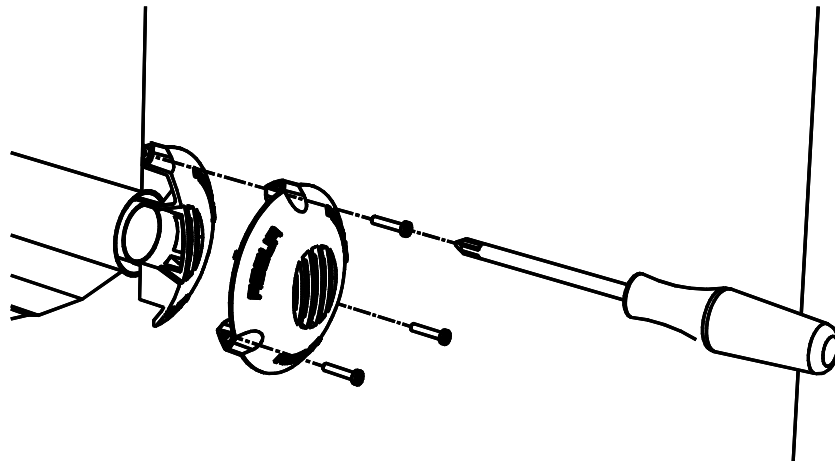

Abbildung 13 – Befestigung der Schutzkappe
1. Bringen Sie die Windschutzkappe aus Aluminium so an der Außenwand an, dass sie am Ende des Abgasrohrs einrastet und markieren Sie die Position der drei Bohrungen für die Spreizdübel (siehe Abbildung 13). Die Kappe muss so montiert werden, dass das Abgasgitter senkrecht steht.
3. Die Kappe montieren und die Schrauben in den entsprechenden Dübeln festschrauben (siehe Abbildung 13).